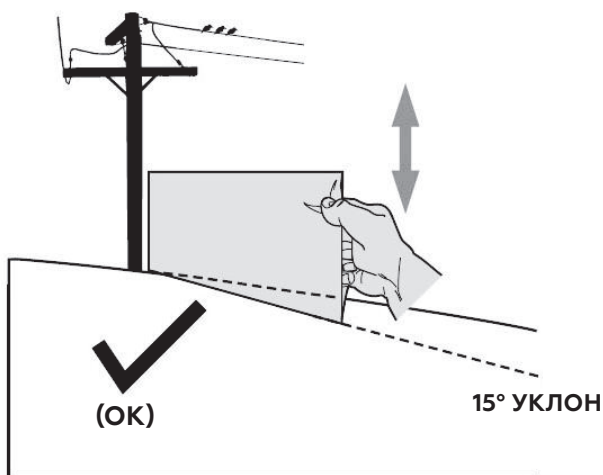
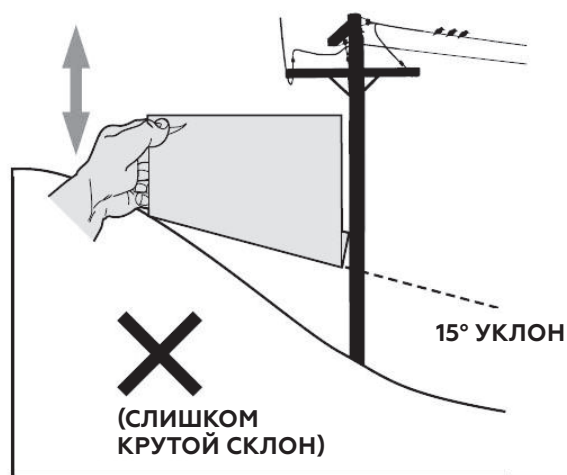

Рис. 1
Рис. 2
3. Совместите другую сторону угломера с объектом (см. рис. 1 и рис. 2).
4. Переместите угломер вверх или вниз так, чтобы левый угол касался склона (см. рис. 1 и рис. 2).
5. Если есть зазор между нижним краем угломера и поверхностью склона, значит этот склон слишком крутой для безопасного кошения (см. рис. 2).
1. Для подключения перепускного клапана трансмиссии поверните рукоятку (а), расположенную справа от водительского сиденья, против часовой стрелки (рис. 1)
1. Выкрутите два шестигранных винта с шайбами (а), частично вкрученных в раму (рис. 2).
2. Поднимите верхнюю дугу (b) в рабочее положение (рис. 2).